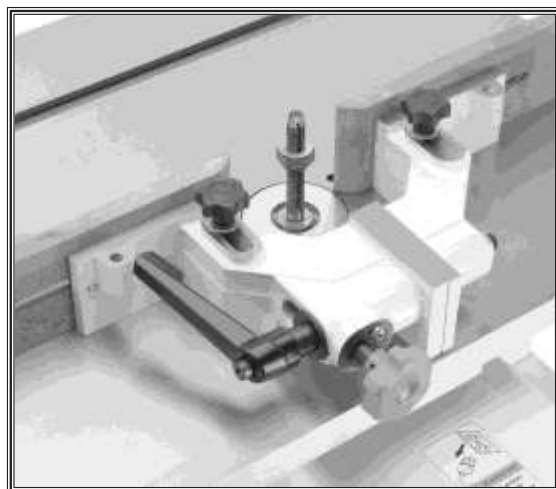

Figura 29. Controles del trompo
1. Retire la manija de seguridad mostrada en la Figura 29.